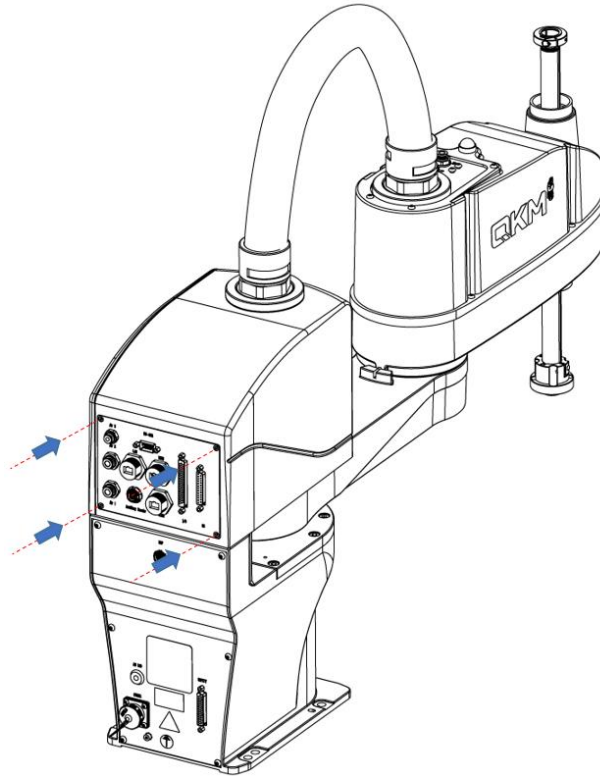

图 4-10 上控制柜接口面板安装示意图
**步骤2** 再使用 2.5 号扳手将机器人上控制柜接口面板的紧固螺钉进行锁紧（锁紧扭矩为 2N·m），如图 4-10 所示。